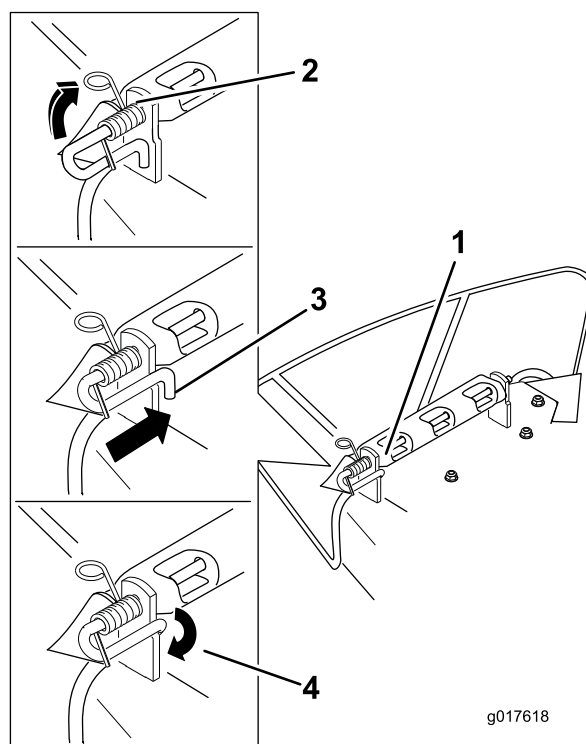

Figura 74
4. Posicione o novo defletor de descarga com as extremidades do suporte entre os postes soldados na plataforma como se mostra na Figura 74.
7. Eleve a extremidade com volta da mola e coloque-a no entalhe do suporte do defletor (Figura 74).
8. Prenda o conjunto da barra e mola rodando-o de forma a que a extremidade curta da barra esteja por detrás do suporte frontal soldado à plataforma (Figura 74).